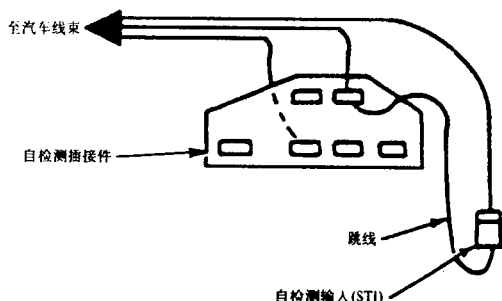

图 1-1 复位检查发动机指示灯的跳线连线
1) 当点火开关在 OFF 位置,在自诊插接件和自诊断输入(STI)插接件之间跨接一跳线(图 1-1)。
1) 把点火开关打到 OFF,在自诊断和自诊断输入(STI)插接件之间跨接一跳线,如图 1-1 所示。自诊断和自诊断输入(STI)插接件位于右侧翼子板挡泥板上,在支柱架和蓄电池之间。